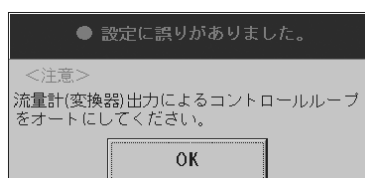

図38
- ① 設定項目をすべて入力し、「設定」ボタンをクリックした後、その設定に誤りがあった場合には図38のような警告のエラーボックスが現れます。「OK」ボタンをクリックしてください。